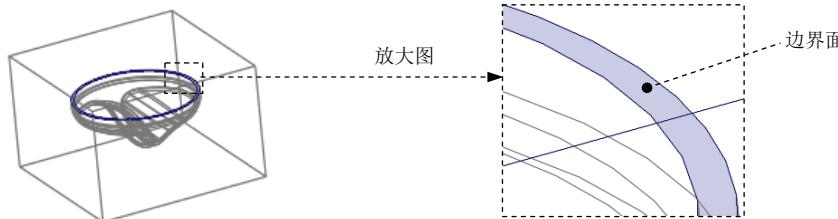
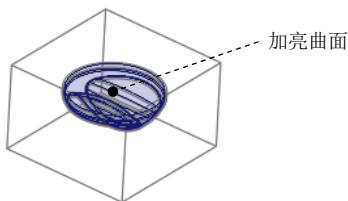

图 11.18 定义边界面
图 11.19 加亮的曲面
(4) 选取“边界面”，操作方法如下。
① 将模型调整到图 11.18 所示的视图方位，按住 Shift 键，先将鼠标指针移至模型中的
目标位置，即图 11.18 中的表面（边界面）附近，右击，然后在系统弹出的快捷菜单中选择 **从列表中拾取** 命令。
② 在“从列表中拾取”对话框中选择**曲面:F2(切出)**选项，此时图 11.18 中的端面会加亮，该端面就是所要选择的“边界面”；单击对话框的 **确定(D)** 按钮。选取完成后，整个模型内表面被加亮，如图 11.19 所示。
(5) 单击**模型**功能选项卡**操作**▼区域中的“复制”按钮
(6) 单击**模型**功能选项卡**操作**▼区域中的“粘贴”按钮，系统弹出**曲面：复制**操控板。
(7) 在系统弹出的**曲面：复制**操控板中单击按钮。